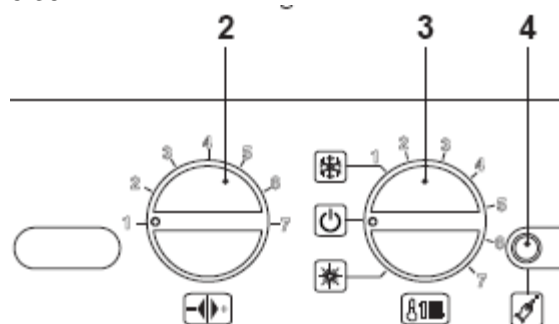

рис. 5.36
- Чтобы выйти из программирования установите переключатель функций/ручку регулирования температуры отопления 3 как показано на рис. 5.36 .